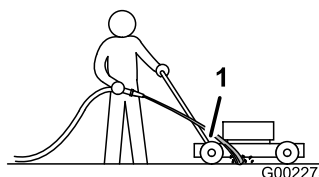

Figure 29
3. Tenez le tuyau d'arrosage à hauteur du guidon et dirigez le jet d'eau vers le sol, juste devant la roue arrière droite (Figure 29).